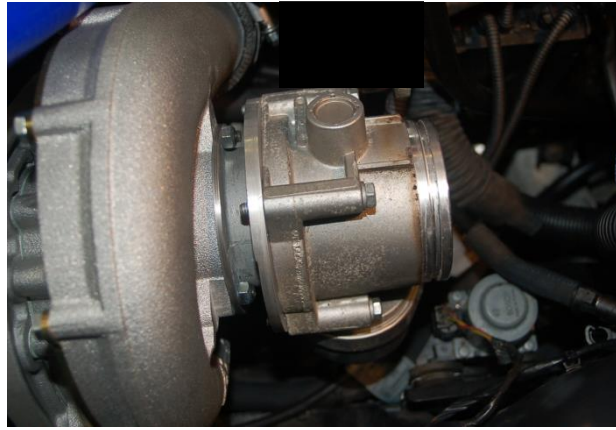

Abbildung 29
2. Den Schlauch des Leerlaufstellers anschließen (Abb. 29). Die Schelle (Pos. 18) wird auf den Leerlaufsteller montiert. Die Schelle (Pos. 16) wird auf den freien Stutzen der Saugstrahlpumpe aufgesteckt (aus Schritt 1).
6. Silikonschlauch des Leerlaufstellers am Ansaugrohr montieren (siehe Abb. 29)